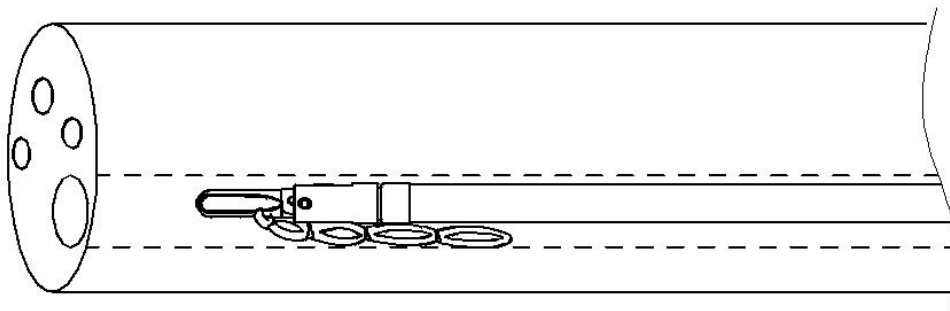

Fig. 3
1. Abra la bolsa y retire el blíster deslizante de la parte distal del clip para dejar al descubierto el clip con el anillo elástico precargado. Inserte el instrumento con cuidado en el canal del endoscopio y, al hacerlo, asegúrese de que el clip esté en posición cerrada. (Fig. 3).